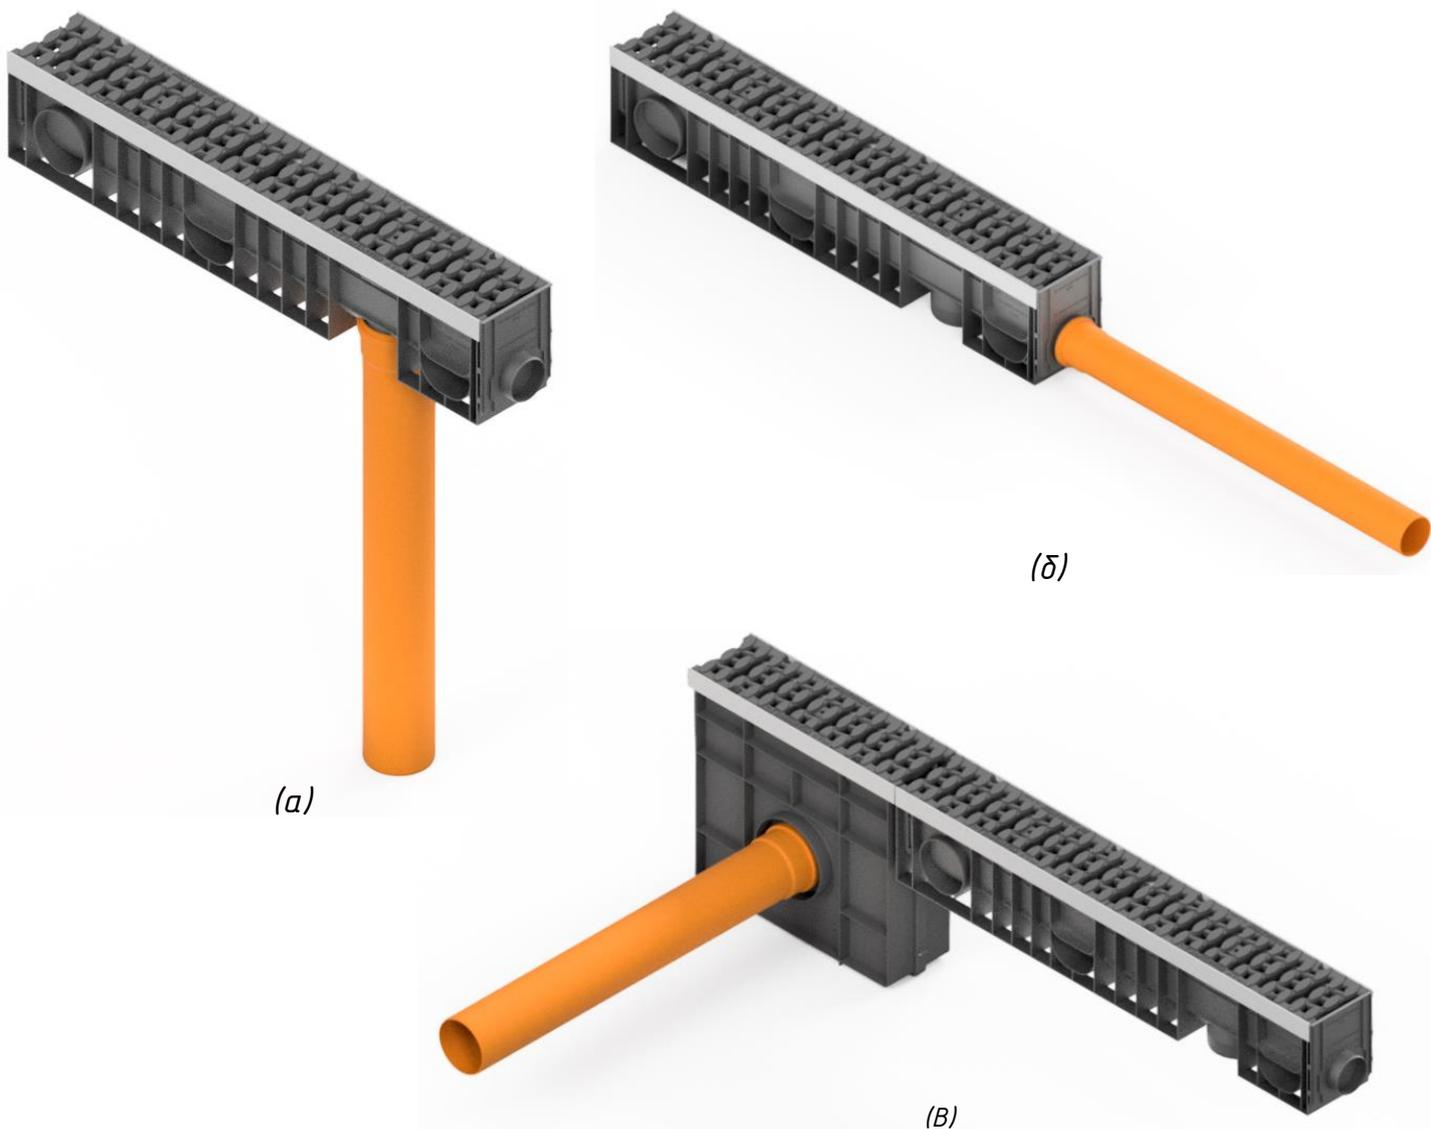

Рис. 3 – варианты подключения к магистральной сети.
- подключение при помощи отводов на дне лотка и боковой стенке. (рис. 3а);
- подключение при помощи торцевой заглушки. (рис. 3б);
- подключение через пескоуловитель. (рис. 3в);